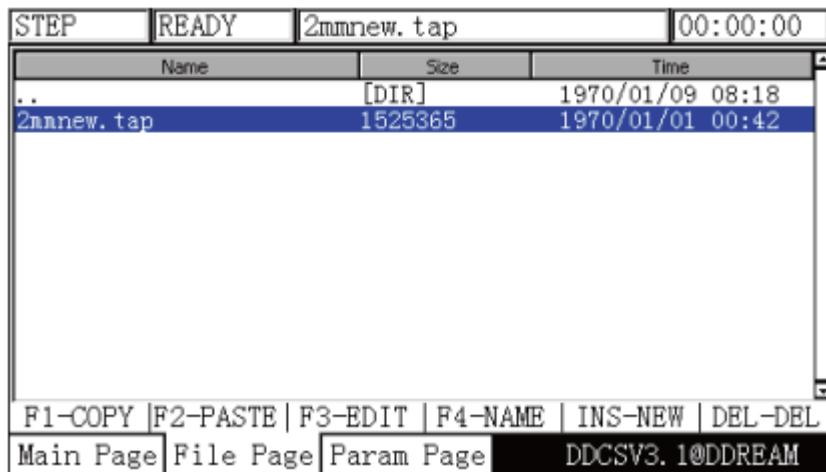

Figura 7 - Cole o arquivo 2mmnew.tap neste diretório
Passo 2: Selecione o diretório ou pasta de destino e clique em **Shift** para colar o arquivo como mostra a **Figura 7**: